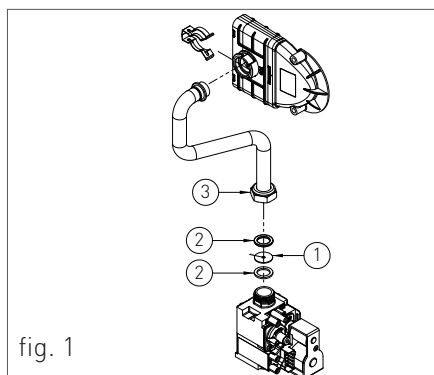

fig. 1
- › Retire el diafragma '1', luego apriete la tuerca '3' a la válvula de gas (ver fig. 1).
- › aflojar los dos tornillos '1' (fig.1) del casquillo de fijación, y quitar el tubo de aspiración de aire;
- › destornillar los tres tornillos de fijación '2' (fig.1) del venturi 'V' (fig.1) con una llave de 10, tipo como en la figura 2;
- › volver a montar los componentes realizando las operaciones en sentido inverso al desmontaje, comprobando el montaje de la junta 'G' tal como en la fig.1;